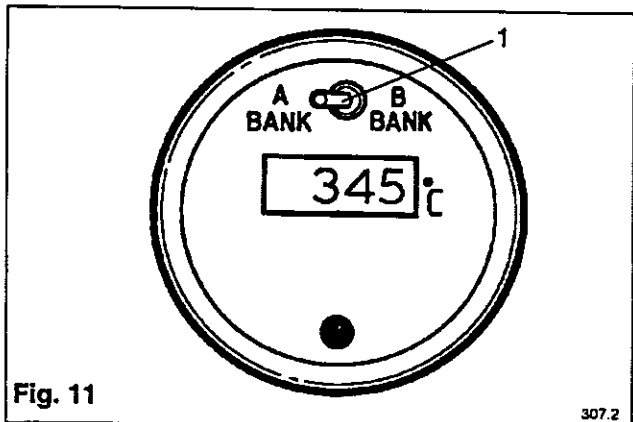

Fig. 11
Le thermomètre indique la valeur sde la température de sortie de la turbine. On passe de la rangée A à la rangée B en actionnant le commutateur (1) Fig. 11.